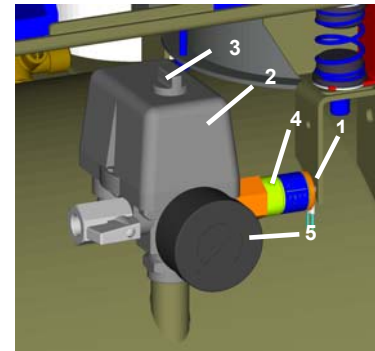
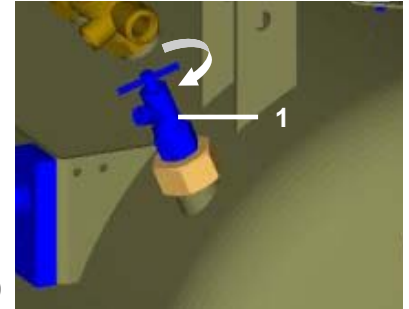

Bild.8
Bild.9
(Bild.8)
Kompressoren ohne Lufttrockner (Bild.9)
Falls der Kompressor längere Zeit nicht genutzt wird, ist es empfehlenswert, das Kondensat aus dem Druckbehälter abzulassen und den Kompressor dann für 10 Minuten mit geöffnetem Kondensatablassventil (1) (Bild.9) in Betrieb nehmen. Danach den Kompressor mittels des Schalters (3) auf dem Druckschalter (2) (Bild.8) ausschalten, das Ventil für den Kondensatablass schließen und das Gerät vom Stromnetz trennen.
Das Gerät vom Stromnetz trennen. Druckluft aus dem Druckbehälter durch Öffnen des Kondensatablassventils (1) (Bild.9) ablassen. Das Gerät entsprechend der örtlich geltenden Vorschriften entsorgen. Die Entsorgung ist gegebenenfalls einer spezialisierten Firma zu übergeben. Alle Produktteile des Gerätes haben nach Ablauf ihrer Lebensdauer keinen negativen Einfluss auf die Umwelt.